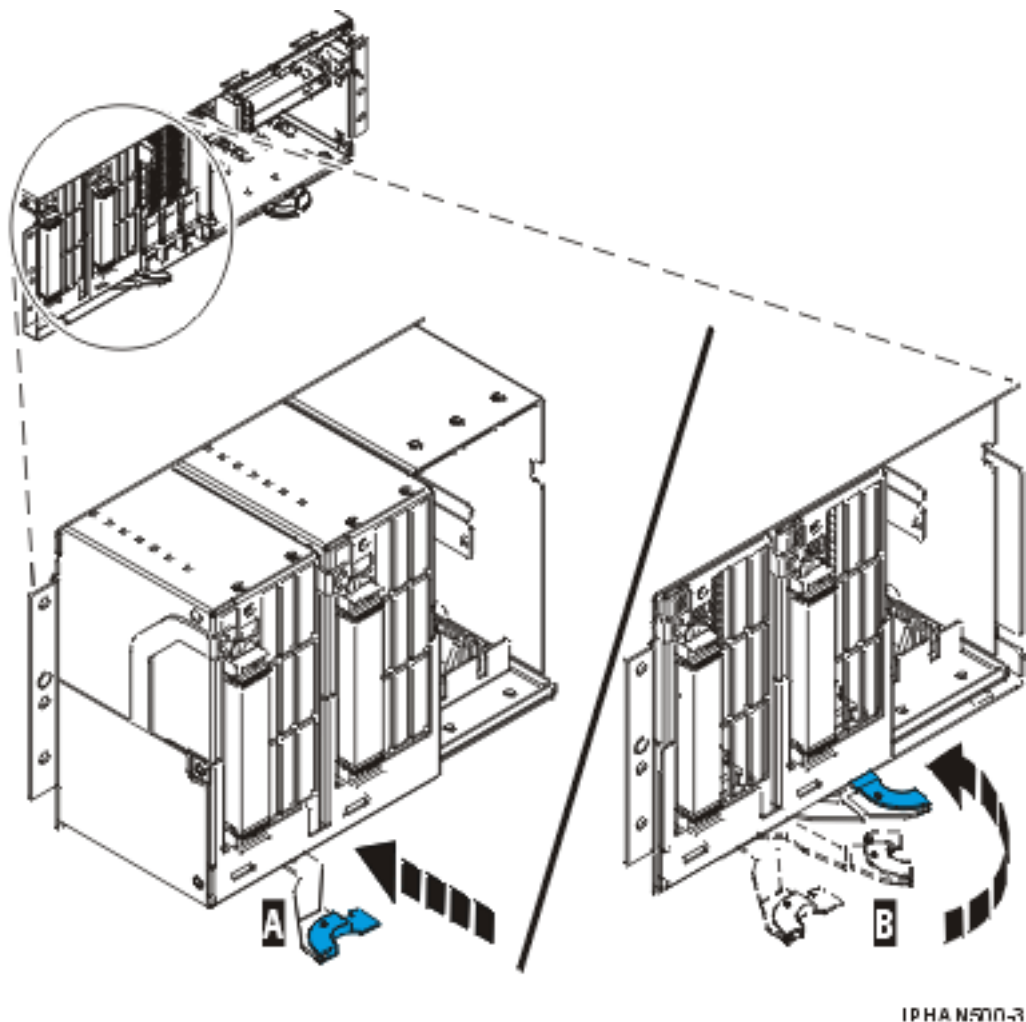

Figure 4. Insertion du fond de panier d'un modèle 34E/MA17M/MA dans l'unité centrale
5. Faites glisser le fond de panier système dans le système (A), comme indiqué dans la figure 4, à la page 9.
6. Poussez le levier bleu (B) vers la droite et à l'intérieur du système pour bloquer le fond de panier.